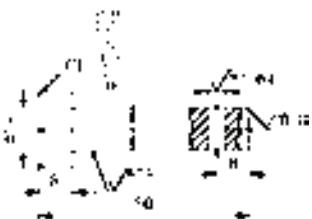

图 7-28 标注销轴表面粗糙度
标注图 7-28 所示的销轴表面粗糙度。
6) 继续插入粗糙度符号图块。单击“绘图”工具栏中的“插入块”按钮 $\text{[插入]}$ ，继续插入粗糙度符号图块，输入不同的属性值作为粗糙度数值，并单击“绘图”工具栏中的“多段线”按钮 $\text{[多段线]}$ ，绘制引出线，直到完成所有粗糙度符号标注，如图 7-28 所示。